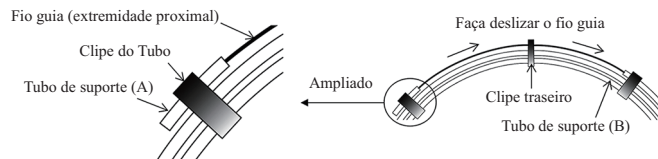

Figura 2
- Liberte o fio guia do clipe traseiro e faça-o deslizar lentamente, empurre a extremidade distal do fio guia através do tubo de suporte (B) (Figura 2).